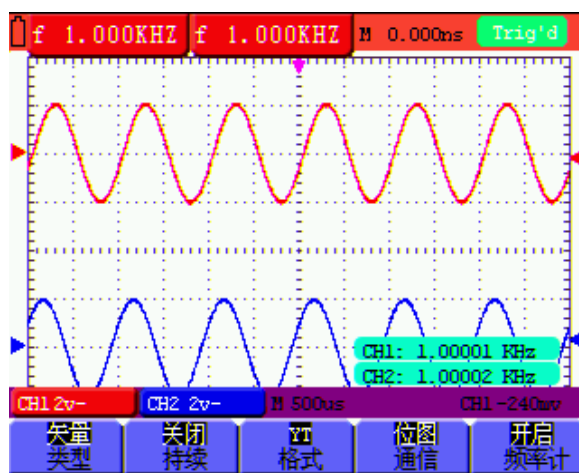

图 48 开启频率计功能
3. 按 F5 键，可以打开或关闭频率计。如图 48 所示。